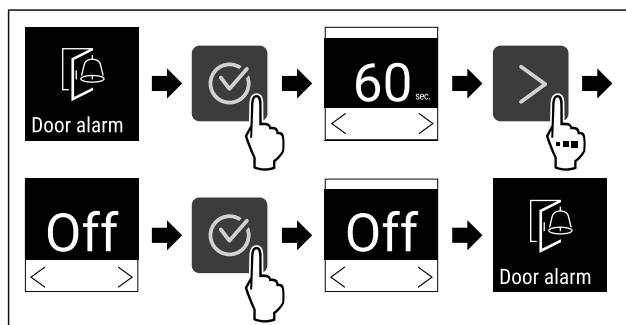

Fig. 97
- ▶ Wykonać czynności (patrz Fig. 97) .